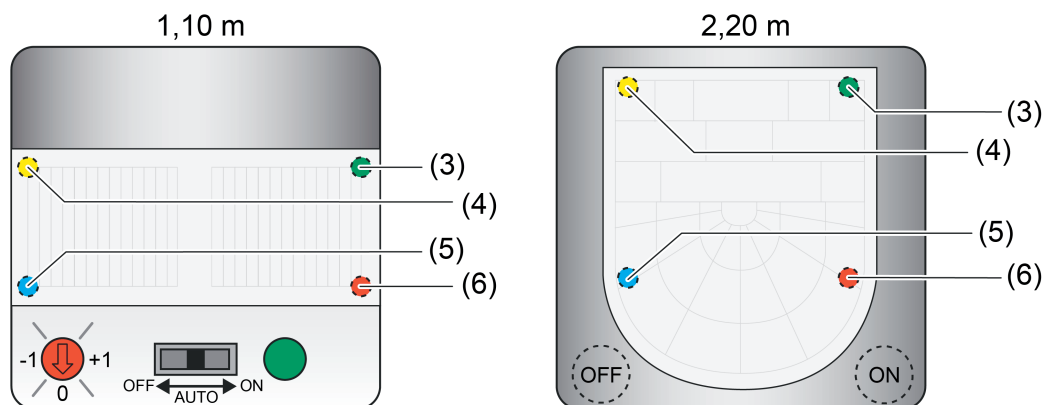

Bild 36: Anordnung der LED zur Anzeige der Betriebszustände
Hinter der PIR-Linse sind 4 LED positioniert, die den Betriebszustand des Geräts signalisieren. Bedarfsweise kann für den ersten Funktionsblock eine aktive Betriebsart "ON" durch eine grüne LED (3) und eine aktive Betriebsart "OFF" durch eine gelbe LED (4) zur Anzeige gebracht werden (Bild 36). Ob die Anzeige der Betriebsarten durch die LED erfolgt, wird für "ON" und "OFF" unabhängig voneinander in der ETS durch die Parameter "Anzeige Betriebsart 'ON'" und "Anzeige Betriebsart 'OFF'" auf der Parameterseite "FB1 - Betriebsart / Vor-Ort-Bedienung" konfiguriert.